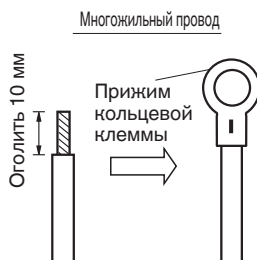
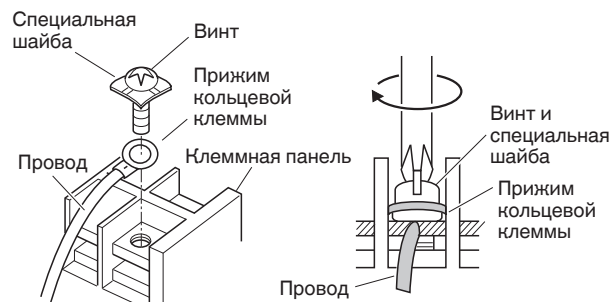

Рис. 4-7
Рис. 4-8
- (1) Отрежьте конец провода с помощью кусачек, затем удалите изоляцию, чтобы оголить примерно 10 мм многожильной проводки, и надежно скрутите концы провода. (Рис. 4-7)
- (2) С помощью крестообразной отвертки открутите винты клеммы на клеммной панели.
- (3) С помощью зажима кольцевой клеммы или клещей надежно соедините каждый оголенный конец провода с прижимом кольцевой клеммы.
- (4) Установите прижим кольцевой клеммы, установите на место и затяните с помощью отвертки снятый винт клеммы. (Рис. 4-8)